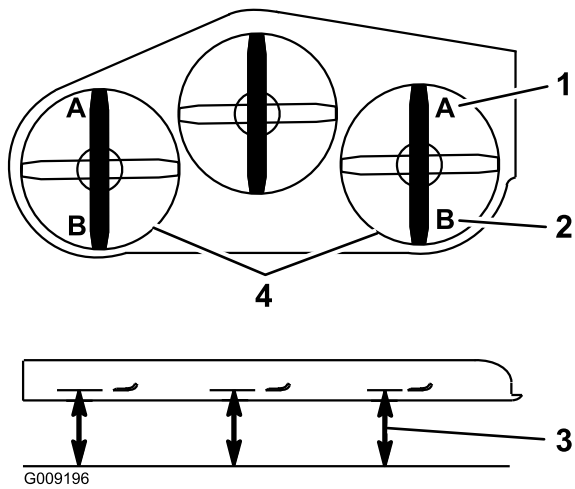

Figure 86
9. De chaque côté du tablier de coupe, mesurez la distance entre la surface plane et la pointe avant de la lame (position A). On doit obtenir un écart de 7,6 cm (3") (Figure 86).
15. De chaque côté du tablier de coupe, mesurez la distance entre la surface plane et la pointe arrière de la lame (position B). On doit obtenir un écart de 8,3 cm (3 1/4") (Figure 86).